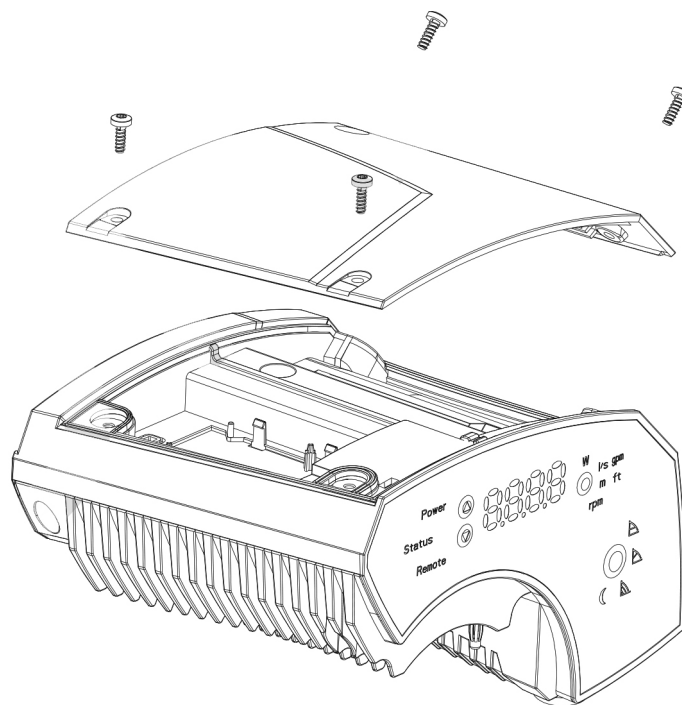

Figure 4
1. Abra la tapa de la caja de terminales quitando los tornillos, fig. 4.